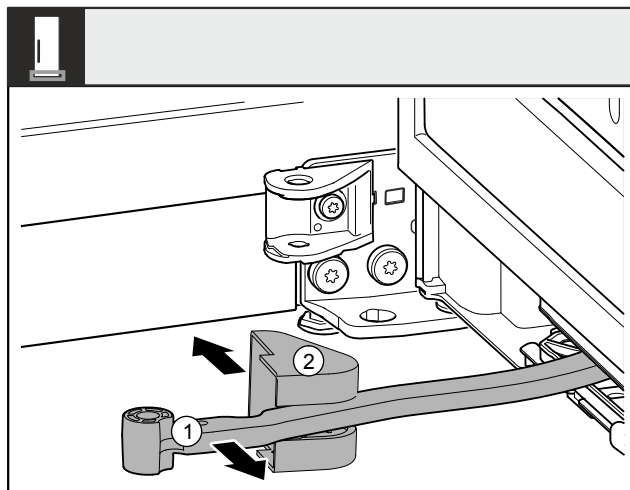

Fig. 11
- ▶ 将铰链 Fig. 11 (1) 转向门的方向。
- ▶ 移除托架盖 Fig. 11 (2)。